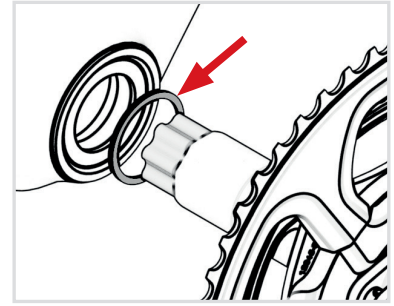

FIG. 1
- Stecken Sie den entsprechenden Distanzring für die Antriebsseite auf die Achse (Fig.1) und tragen ein wenig Fett auf die Kontaktflächen der Lager/Achse. Durch ein sehr geringes Lagerspiel kann es schwergängig sein die Achse zu montieren, wenn diese nicht gerade angesetzt wird. Durch genaues Ausrichten und mit leicht wackelnder Bewegung die Achse vorsichtig unter leichtem Druck durchschieben. Achten Sie darauf, dass sich die Lagerschale auf der linken Seite nicht löst oder aus dem Rahmen gedrückt wird.